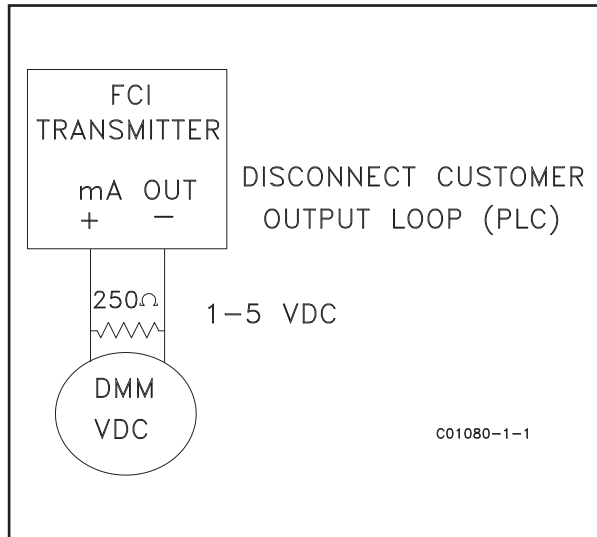

Figura 20
- A. Para leer 1 a 5 voltios, desconecte ambos cables de bucle de salida y conecte una resistencia de precisión de 250 ohmios a través del terminal de salida (Figura 20). Luego conecte el DMM para leer la caída de voltaje a través de la resistencia.